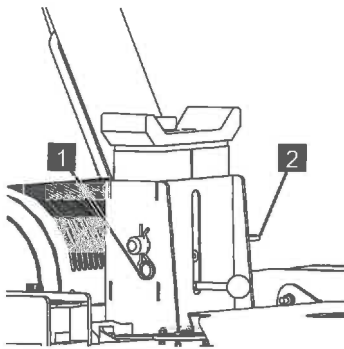

Abb. 112
4. Federsplint (Abb.112/1) aus dem Befestigungsbolzen (Abb.112/2) herausziehen.
5. Den Befestigungsbolzen (Abb.112/2) herausziehen.